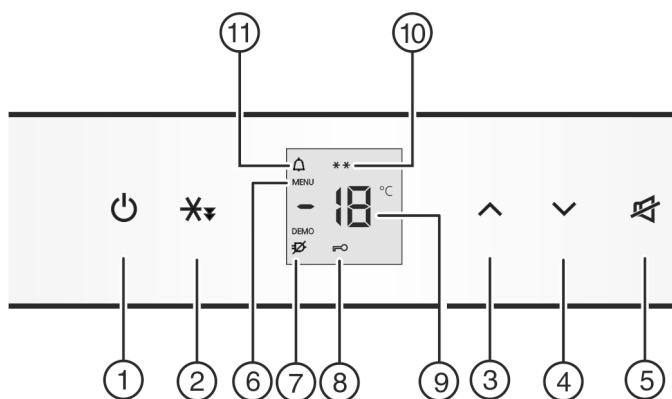

Fig. 2
- ▶ нажмите кнопку On/Off Fig. 2 (1).
- ▶ Активация режима настройки: удерживать кнопку быстрой заморозки Fig. 2 (2) прим. 5 с.
- ▷ Символ меню Fig. 2 (6) горит.
- ▶ Коротко нажать кнопку быстрой заморозки Fig. 2 (2) для подтверждения.
- ▶ Для включения защиты от детей коротко нажать клавишу быстрой заморозки Fig. 2 (2).
- ▷ Символ "Защита от детей" Fig. 2 (8) горит. На индикации мигает **c**.
- ▶ Для выключения защиты от детей коротко нажать клавишу быстрой заморозки Fig. 2 (2).
- ▷ Символ защиты от детей Fig. 2 (8) гаснет. На индикации мигает **c**.
- ▶ Выход из режима настройки: нажмите кнопку On/Off Fig. 2 (1).
► Нажмите кнопку Alarm Fig. 2 (5).
Одновременно мигает индикация температуры и символ тревоги Fig. 2 (11).
Звуковой сигнал выключается автоматически, символ Alarm Fig. 2 (11) выключается и индикатор температуры перестает мигать, если температура снова становится достаточно низкой.
► Установка более высокой температуры: нажмите кнопку настройки Up Fig. 2 (3).
► Установка более низкой температуры: нажмите кнопку настройки Down Fig. 2 (4).